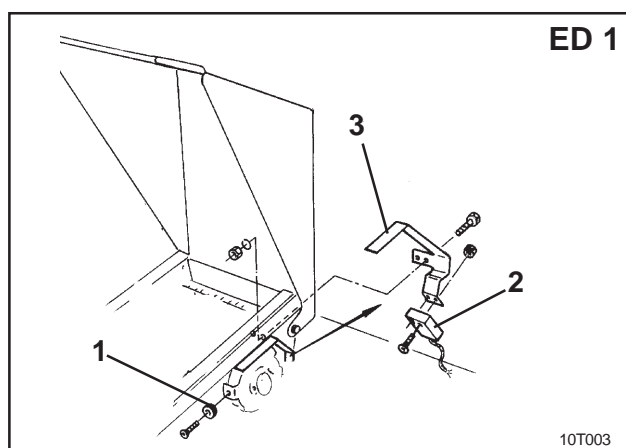
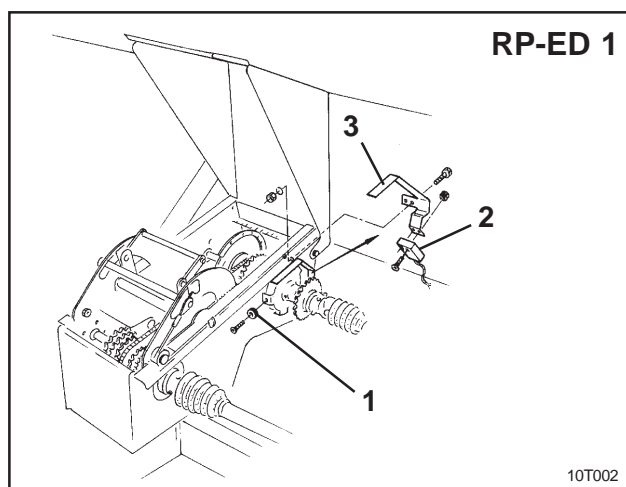

Fig. 6.4
Fig. 6.5
Fijar sensor y magneto en la **ED 1** (Fig. 6.4) ó **RP-ED 1** (Fig. 6.5) a la entrada del engranaje de regulación de cadena:
- Atornillar el magneto (Fig. 6.4/1 ó Fig. 6.5/1) con tornillo de rosca cortante M4 x 10 al disco de impulsos del eje de entrada de engranaje.
- Para fijar el portador de impulsos del sensor (Fig. 6.4/3 ó Fig. 6.5/3) aflojar y a continuación atornillar de nuevo.
- Atornillar el sensor (Fig. 6.4/2 ó Fig. 6.5/2) al portador de impulsos (Fig. 6.4/3 ó Fig. 6.5/3).